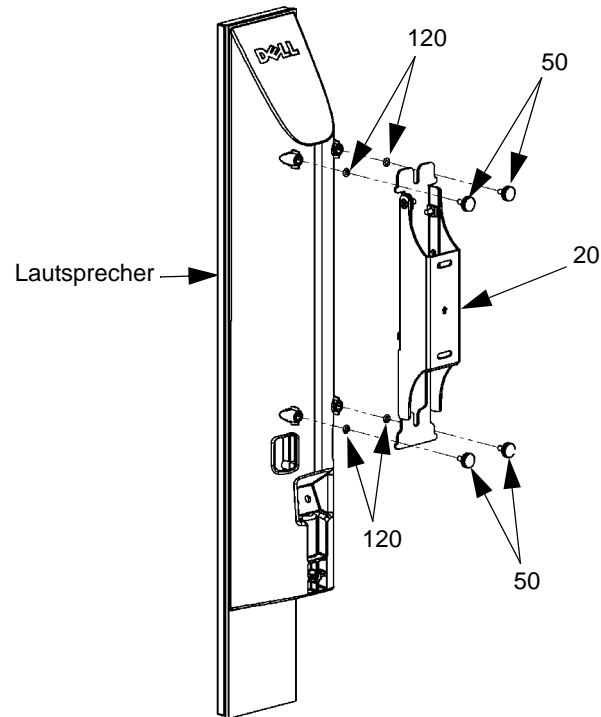

Abbildung 13. Lautsprecher mit vier Rändelschrauben befestigen
1. Vier Rändelschrauben (60) in den Gewindelöchern des Lautsprechers anbringen. Die Rändelschrauben jetzt noch nicht festziehen. (Siehe Abbildung 13.)